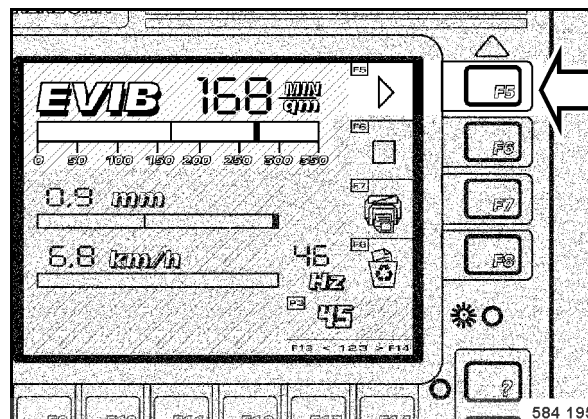

Fig. 89
- La zone de contrôle à gauche de F5 (Fig. 89) s'allume en vert.